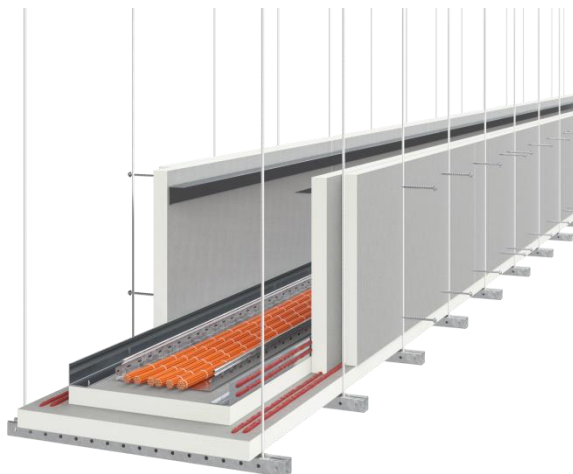

Рисунок 5 Установка примыкающей стенки
- установить примыкающую стенку (рис.5); для ОКК с многослойными стенками рекомендуется собирать сразу по несколько боковых стенок с организацией смещения плит на стыках на 50 мм относительно друг друга;
– установить примыкающую стенку; для ОКК с многослойными стенками рекомендуется собирать сразу по несколько боковых стенок с организацией смещения плит на стыках на 50 мм относительно друг друга; закрепить примыкающую стенку из плит к уголку при помощи саморезов со сверлом необходимой длины с шагом не более 250 мм (рис. 5а);
Рисунок 5а Установка примыкающей стенки